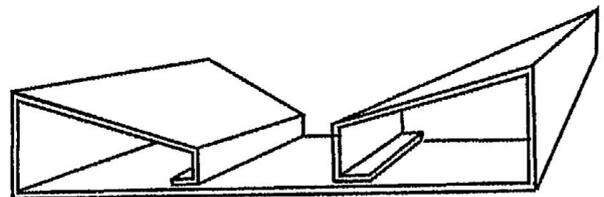

Abb. 4
4. Die Bücherstütze kann entweder aus einer linken und einer rechten Hälfte gefertigt werden, die dann mit doppelseitigem Selbstklebeband auf eine Grundplatte aus Karton geklebt werden, oder alle drei Teile können aus einem Stück Karton gefertigt werden (Abb. 4).